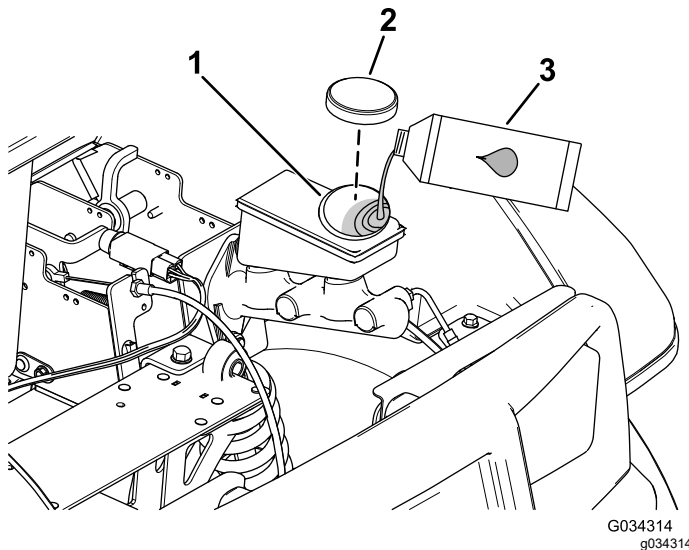

Figure 52
2. Soulevez le capot pour accéder au maître-cylindre de frein et au réservoir (Figure 52).
- A. Nettoyez la surface autour du bouchon du réservoir et enlevez le bouchon (Figure 52).
5. Remettez le bouchon du réservoir (Figure 52).